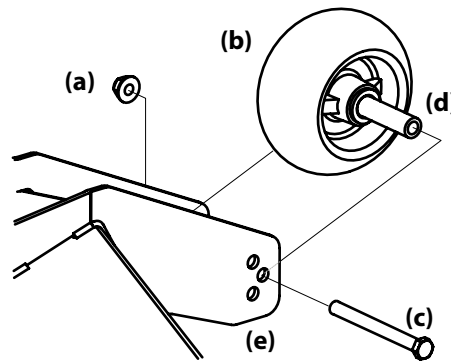

Figura 4-7
2. Retire la tuerca de seguridad (a) que fija uno de los tornillos hexagonales (c) de las ruedas de calibración delanteras (b) a la plataforma. Retire la rueda de calibración (b), el tornillo hexagonal (c) y el espaciador (d). Vea la Figura 4-7.